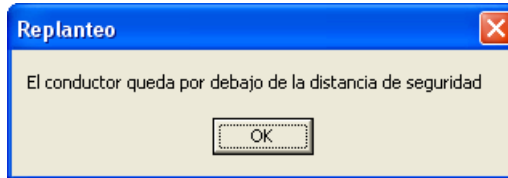

Figura 11.35.
- Figura 11.35: No necesita comentario.